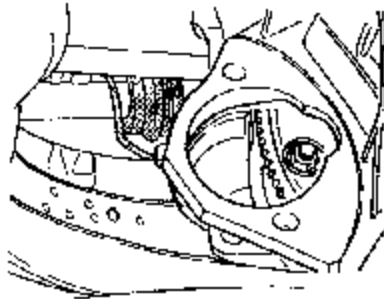

图 2-15 拆卸液力变矩器
(15) 对于带自动变速器的汽车，从驱动盘上拆下 3 个固定螺母，取下液力变矩器，如图 2-15 所示。拆卸发动机时要注意液力变矩器不要掉下来。